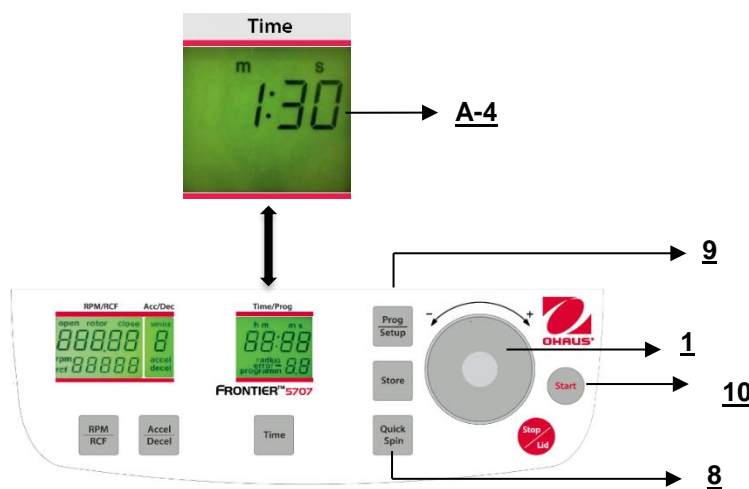

Abbildung. 24
Sie können die Zentrifuge entweder mit der Taste "Start" (10) (siehe Abbildung 24) oder der Taste "Quick Spin" (8) starten.